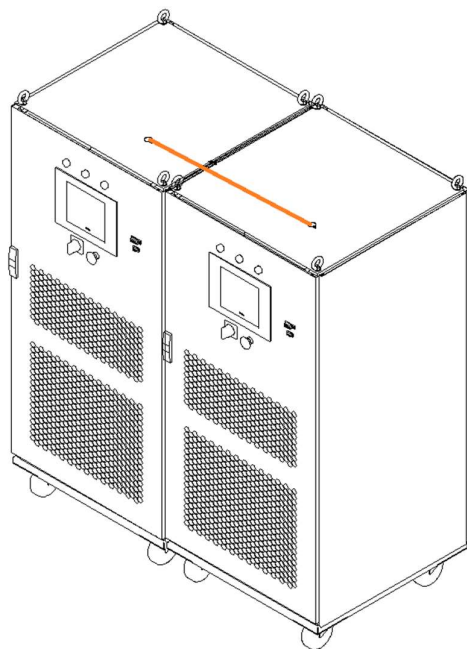

图 1-24 机柜顶部线孔
**步骤一：**将光纤线缆从机柜顶部的穿线孔穿入，如图 1-24。